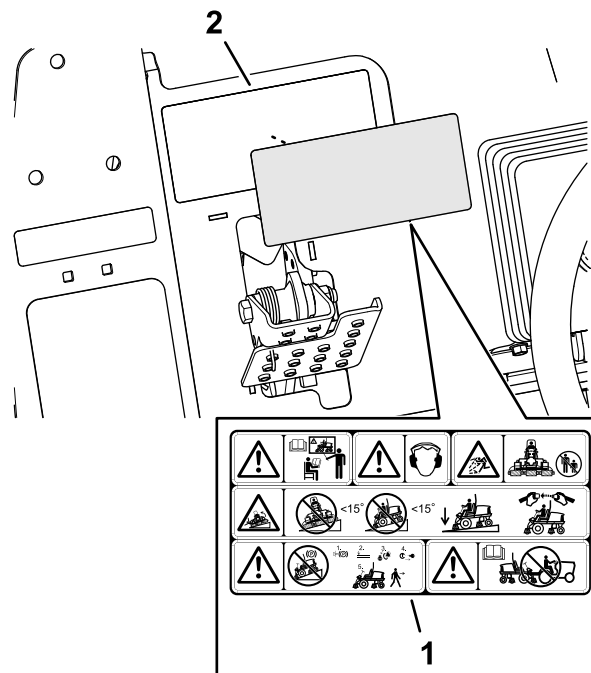

Figura 40
1. Utilize álcool e um pano limpo para limpar a superfície do autocolante de aviso 133-2930, e deixe o autocolante secar (Figura 40).